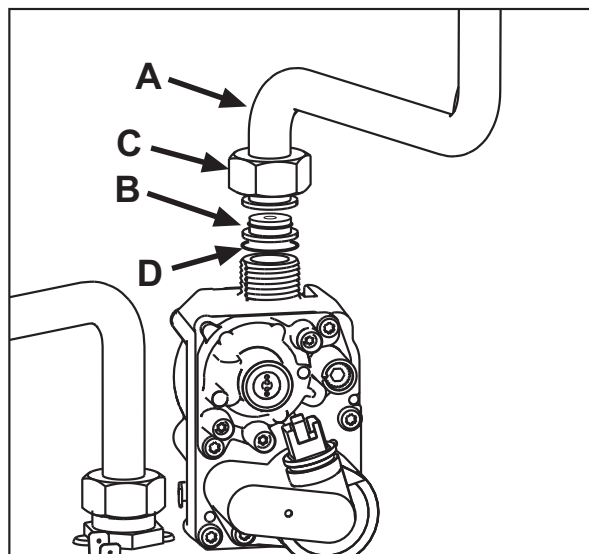

fig. 22
3. Deșurubați piulița C și scoateți tubul de gaz A de pe valva de gaz (vezi fig. 22).
4. Înlocuiți duza B introdusă pe tubul de gaz cu cea aflată în kitul de transformare, interpunând garnitura D (vezi fig. 22).